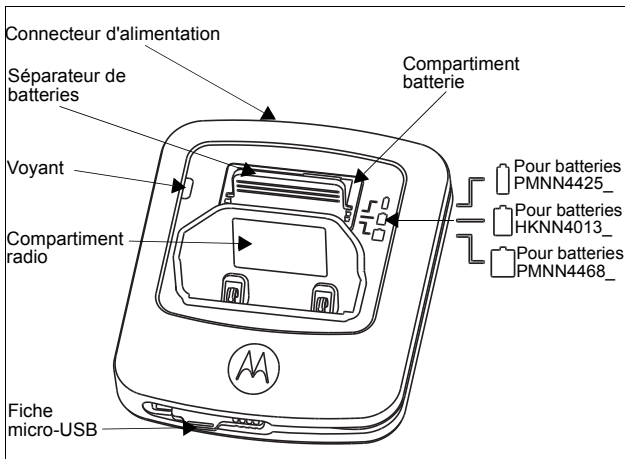

Figure 1 : Chargeur triple
- a. Tirez le séparateur de batteries, puis faites-le glisser dans son logement en fonction du type de batterie à charger (voir Figure 1).